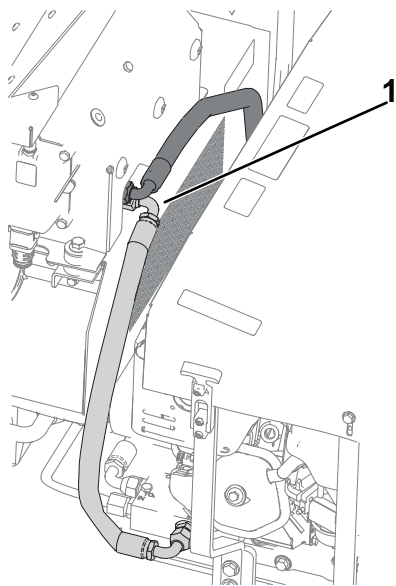

Figura 17
13. Conecte las mangueras hidráulicas al panel de control hidráulico. Consulte Figura 14 y Figura 16 para las versiones SH, y Figura 15 y Figura 17 para las versiones EH.